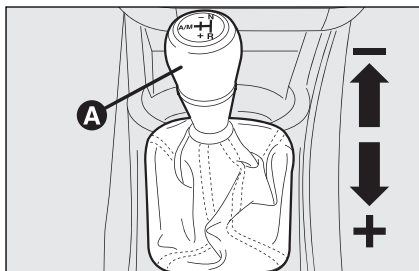
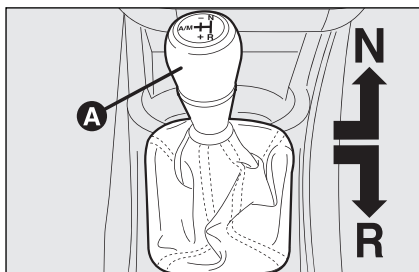
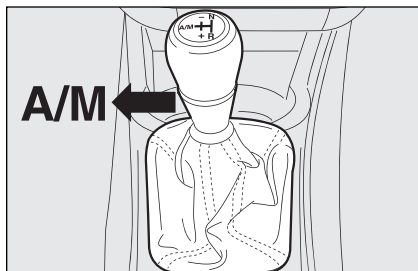
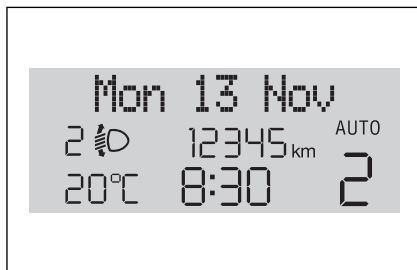

fig. 1
fig. 2
fig. 3
fig. 6
De transmissie bestaat uit een normale mechanische versnellingsbak met versnellingspook **A-fig. 1**, waaraan een elektronisch geregeld elektrohydraulisch systeem is toegevoegd. Dit systeem bedient automatisch de koppeling en regelt het overschakelen.
- ☐ Druk de versnellingspook naar + (UP) **fig. 1** om de eerste versnelling in te schakelen (vanuit stand **N** of **R** kunt u de pook in de middelste stand plaatsen) of in **R fig. 2** om de achteruit in te schakelen.
- ☐ Druk tijdens het rijden, de versnellingspook naar + (UP) **fig. 1** om op te schakelen of naar – (DOWN) **fig. 1** om terug te schakelen.
- ☐ Druk de versnellingspook naar **A/M** fig. 3 voor het inschakelen van de automatische werking of naar **R-fig. 2** voor het inschakelen van de achteruit.
De “multistabiele” versnellingspook **A-fig. 1** op de tunnelconsole heeft drie vergrendelde en drie onvergrendelde standen.
De drie vergrendelde standen zijn de standen die overeenkomen met de vrijstand **N-fig. 2**, de achteruit **R-fig. 2** en de middelste stand tussen de onvergrendelde standen UP (+) en DOWN (–) **fig. 1**.
Bij de onvergrendelde standen keert de pook direct na het loslaten terug in de middenstand. Dit zijn de standen voor het opschakelen UP (+), het terugschakelen DOWN (–) en de automatische werking (**A/M**) **fig. 3**.
- ☐ druk de pook in stand **+** (UP) **fig. 1** om op te schakelen;
- ☐ druk de pook in stand **-** (DOWN) **fig. 1** om terug te schakelen.
Voor het in-/uitschakelen van de automatische werking (**AUTO**) moet de pook in stand **A/M** fig. 3 worden gezet; de inschakeling wordt bevestigd door de weergave van het opschrift **AUTO** fig. 6 en de ingeschakelde versnelling op het instelbare multifunctionele display.